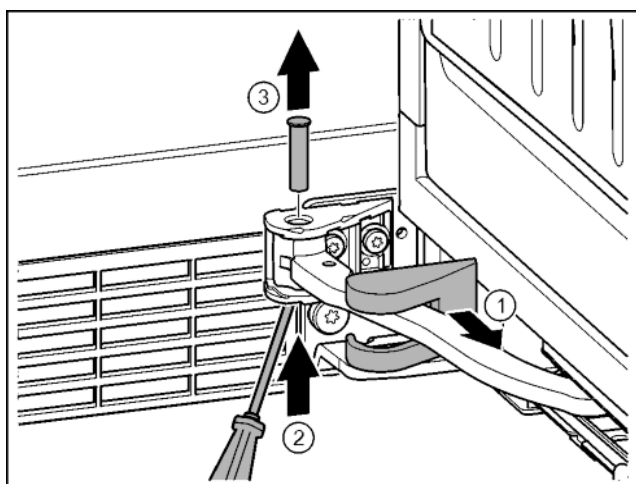

Fig. 19
- Снять крышку опорного кронштейна и переместить вдоль шарнира. Fig. 19 (1)
- Рукой или отвёрткой приподнять палец снизу. Fig. 19 (2)
- Вставить отвёртку под головку пальца и вытащить его. Fig. 19 (3)